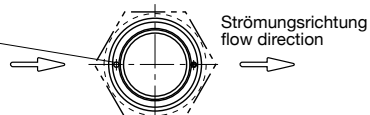

Fig. 5
- Strömungswächter FS10-EX-...-11... mit O-Ring in den Sensoradapter TP-..., Kugelhahn BV-... oder Anschweißstutzen einstecken (siehe Fig. 5) und die Überwurfmutter festschrauben. Die Ausrichtung der Sensoren ist nach der Verschraubung der Überwurfmutter durch den Arretierstift garantiert.
- Insert the flow monitor FS10-EX-...-11... with the O-ring into the sensor adapter TP-..., the ball valve BV-... or the welded fitting (see fig. 5) and tighten the union nut. The retention pin ensures correct alignment of the sensors after the union nut has been tightened.